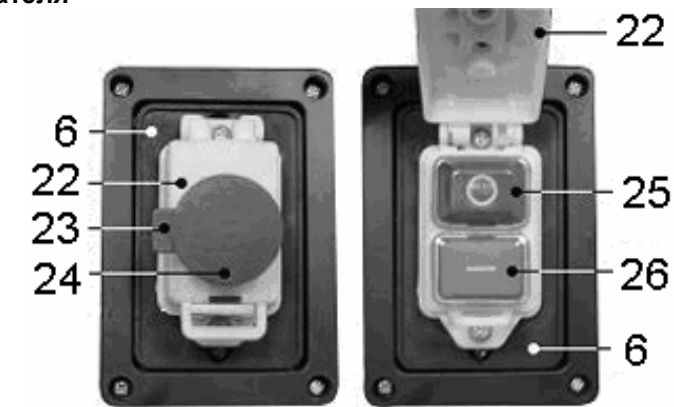

Рис.8
ВНИМАНИЕ: Перед включением вилки шнура питания пылесоса в розетку электросети всегда нужно удостовериться, что магнитный пускатель (6), Рис.8, находится в исправном состоянии.